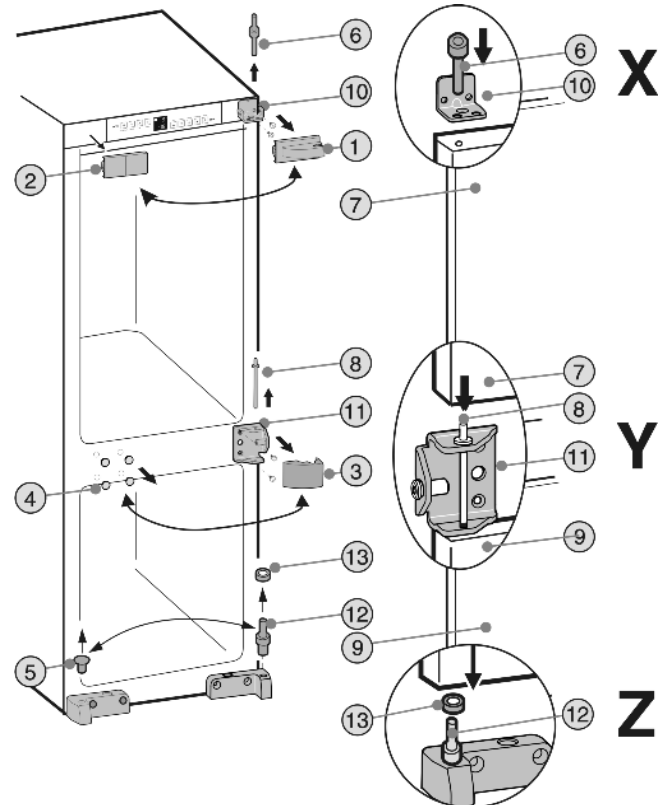

Fig. 3
- ▶ Abdeckteile Fig. 3 (1,2,3,4,5) abheben.
- ▶ Lagerbolzen Oben Fig. 3 (6) aus der Kühlteiltür Fig. 3 (7) herausschrauben.
- ▶ Kühlteiltür Fig. 3 (7) leicht nach vorne kippen und nach oben abheben.
- ▶ Lagerbolzen Mitte Fig. 3 (8) herausnehmen.
- ▶ Gefrierenteiltür Fig. 3 (9) abheben.
- ▶ Lagerbock Oben Fig. 3 (10) und Lagerbock Mitte Fig. 3 (11) abschrauben und auf der Gegenseite mit den gleichen Schrauben **fest (mit 4 Nm)** wieder anschrauben.
- ▶ Lagerbolzen Unten Fig. 3 (12) mit Scheibe Fig. 3 (13) umsetzen.
- ▶ Gefrierenteiltür unten auf Lagerbolzen Fig. 3 (12) und Scheibe Fig. 3 (13) aufsetzen. **Detail Z**
- ▶ Lagerbolzen Mitte Fig. 3 (8) durch den Lagerbock Mitte Fig. 3 (11) ins Türlager einsetzen. **Detail Y**
- ▶ Kühlteiltür auf den Lagerbolzen Mitte Fig. 3 (8) aufsetzen. **Detail X**
- ▶ Lagerbolzen Oben Fig. 3 (6) durch **äußeres** Loch im Lagerbock Fig. 3 (10) ins Türlager der Kühlteiltür Fig. 3 (7) einsetzen und **fest (mit 4 Nm)** einschrauben. **Detail X**
- ▶ Abdeckteile Fig. 3 (1,2,3,4,5) jeweils auf der Gegenseite wieder um 180° gedreht wieder montieren.